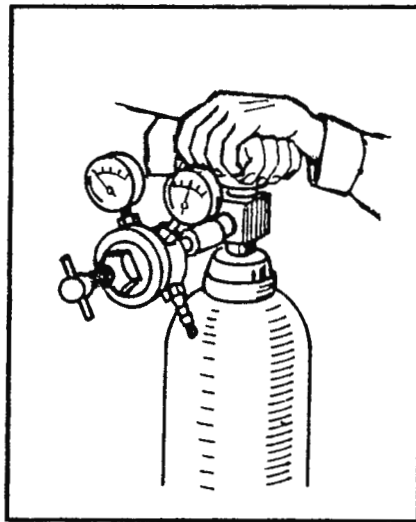

Fig. 19 Soplete del Regulador
- 5) Compruebe que ha sacado el tornillo ajustador de presión. Sopletee el polvo que puede haber en el regulador. Esto se hace abriendo lentamente la válvula, y luego metiendo el tornillo de ajuste de presión hasta que empieza a fluir el gas por la abertura donde se va a conectar la manguera. Cierre la válvula del cilindro y regrese al tornillo ajustador de presión. Siga esta rutina con los dos reguladores. (Fig. 19)